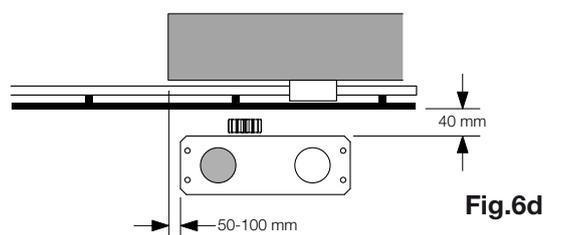

Fig.6d
- Fig. 6d installazione con motore a destra